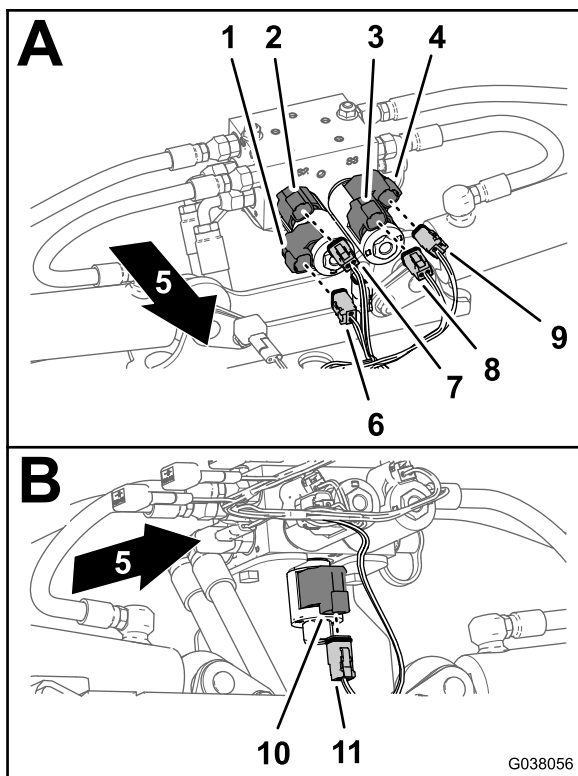

図 115
1. 左下のソレノイドで、後方ワイヤハーネスの LEFT DOWN SOLENOID というラベルのついた2ソケットコネクタを、左降下ソレノイドの2ピンコネクタに接続する 図 115。
- 左上のソレノイドで、後方ワイヤハーネスのLEFT UP SOLENOIDというラベルのついた2ソケットコネクタを、左上昇ソレノイドの2ピンコネクタに接続する 図 115。
- 右上のソレノイドで、後方ワイヤハーネスのRIGHT UP SOLENOIDというラベルのついた2ソケットコネクタを、右上昇ソレノイドの2ピンコネクタに接続する 図 115。
- 右下のソレノイドで、後方ワイヤハーネスのRIGHT DOWN SOLENOIDというラベルのついた2ソケットコネクタを、右下降ソレノイドの2ピンコネクタに接続する 図 115。
ついた2ソケットコネクタを、「イネーブル」ソレノイドの2ピンコネクタに接続する 図 115。